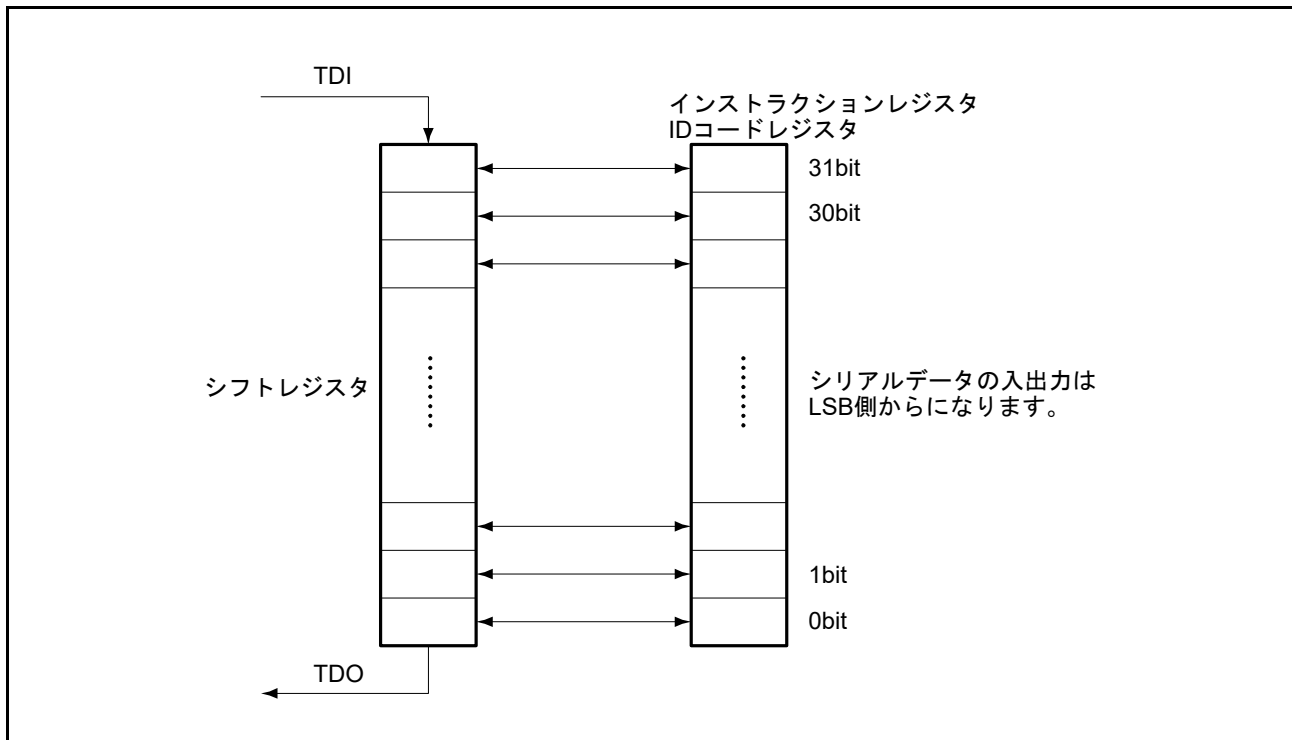

図 31.3 シリアルデータ入出力
1. シリアル転送時、データの入出力は LSB 側からとなります。図 31.3 に示します。